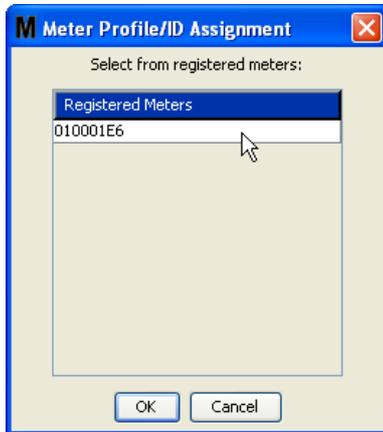

ABB. 88
- **Schaltfläche „Verknüpfen“/„Verknüpfung aufheben“:** Wenn alle Parameter im Fenster „Zählerprofil“ ausgefüllt wurden, klicken Sie auf die Schaltfläche „Verknüpfen“, um das in ABB. 88 gezeigte Fenster „Zählerprofil-/ID-Zuweisung“ aufzurufen. Wählen Sie aus der Liste registrierter Zähler einen Zähler aus, der dem Profil zugewiesen werden soll. Klicken Sie auf „OK“, um das Fenster zu schließen und die Änderungen zu speichern.